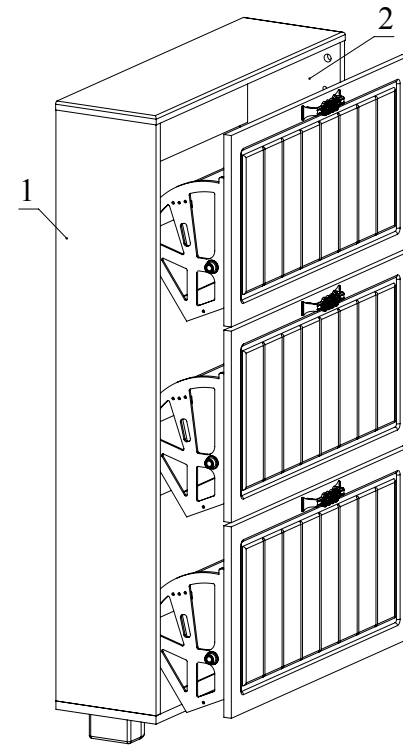

Рис.7
9. Вставить заглушки минификсов (Рис. 7).